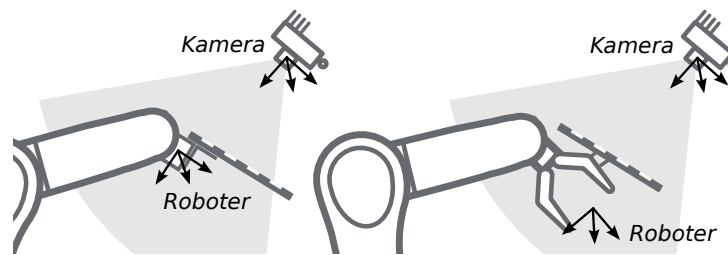

Abb. 6.26: Alternative Montageoptionen für die Befestigung des Kalibrieramusters am Roboter
6.25 und Abb. 6.26 angegeben, angebracht werden.
Bemerkung: Für das Modul zur Hand-Auge-Kalibrierung spielt es keine Rolle, wie das Kalibriermuster in Bezug auf das benutzerdefinierte *Roboter*-Koordinatensystem genau angebracht und positioniert wird. Das bedeutet, dass die relative Positionierung des Kalibrierusters zu diesem Koordinatensystem weder bekannt sein muss, noch für die Kalibrieroutine relevant ist (siehe in Abb. 6.26).